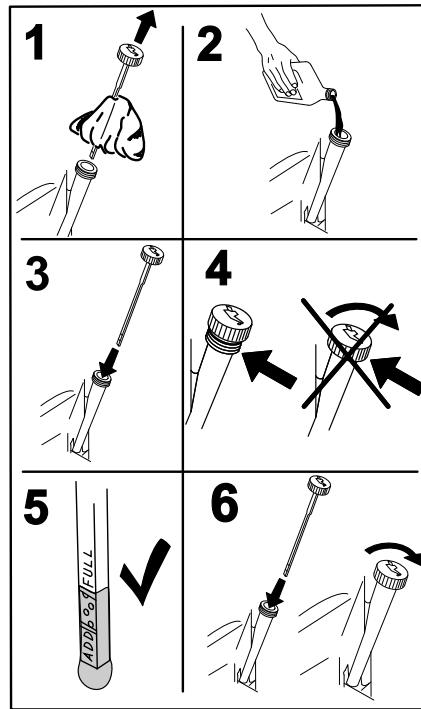

Figure 46
- Versez lentement environ 80 % de l'huile spécifiée dans le tube de remplissage, puis faites l'appoint lentement pour faire monter le niveau jusqu'au repère maximum (**Full**) (Figure 46).